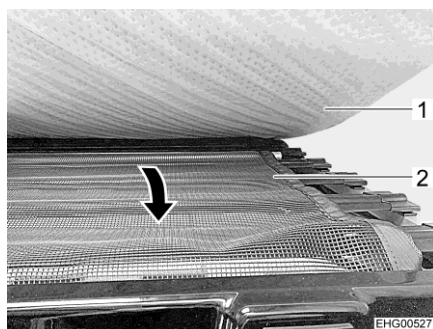

Fig. 36 Filet de sécurité
- Extraire le filet de sécurité (Fig. 36,2) disposé sous le matelas (Fig. 36,1) et le tendre sur l'ouverture de montée.